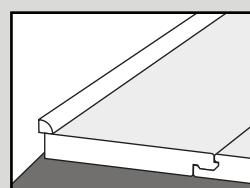

Abb. 7
9. Sobald der Bodenbelag verlegt ist, können die Abstandsklötzchen entfernt werden; kehren Sie den Boden mit einem weichen Besen. Bringen Sie die (bei Ihrem lokalen Händler erhältlichen) Sockelleisten oder geeignete Randstreifen an, um die Dehnungsfugen zu verdecken. Diese sollten an der Wand und nicht am Boden befestigt werden, sodass sich das Produkt ungehindert ausdehnen kann (Abb. 7 und 8).